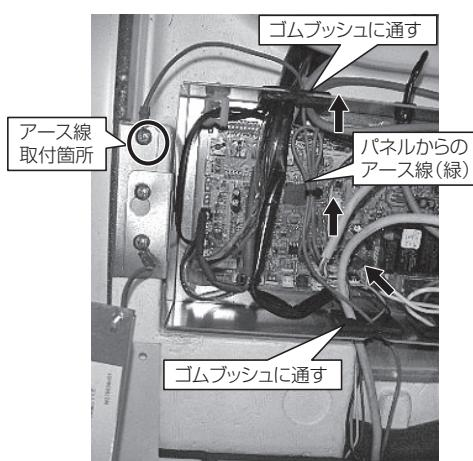
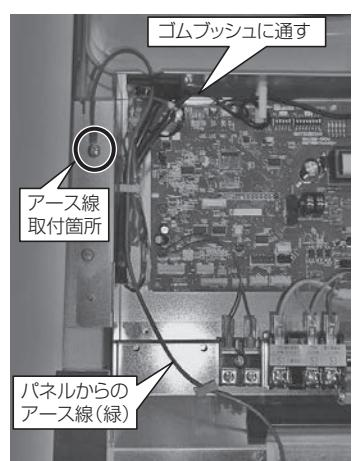

図9-3
図9-4
- 2) (図9-3、図9-4)のように本体制御箱内を通し、アース線取付箇所に付属のPTTネジ4×8を使用して、アース線を取付けてください。